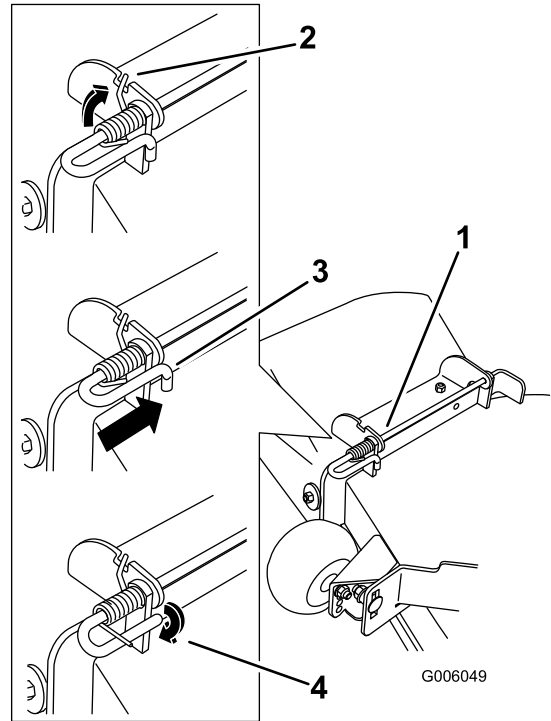

Figure 2
1. Positionnez le déflecteur en caoutchouc en plaçant les extrémités du support entre les supports soudés du tablier, comme illustré à la Figure 2.
4. Soulevez le côté avec la boucle du ressort et placez-le dans le cran du support de déflecteur (Figure 2).
5. Fixez l'ensemble tige et ressort en le tournant de sorte à pouvoir placer l'extrémité courte de la tige derrière le support avant soudé au tablier de coupe (Figure 2).